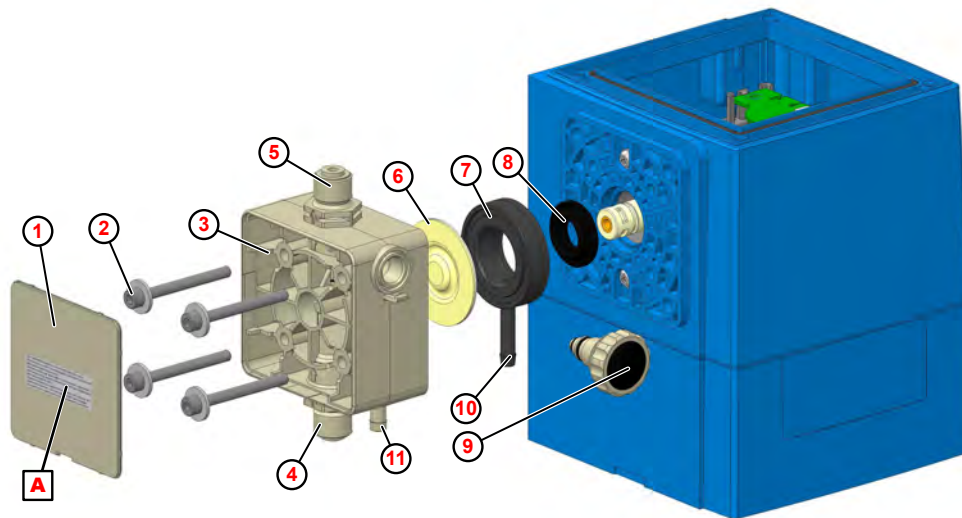

Abb. 23: Austausch von Pumpenkopf, Membrane und Schutzmembrane
1. ➤ Saug- und Druckventil (Abb. 23 , ④ und ⑤) abschrauben.
2. ➤ Entlüftungsschraube ⑨ herausschrauben (nur bei Pumpenkopfwechsel).
3. ➤ Abdeckplatte ① am Dosierkopf entfernen.
4. ➤ Pumpenkopfschrauben ② lösen und herausnehmen.
5. ➤ Pumpenkopf ③ abnehmen.
6. ➤ Membrane ⑥ abschrauben.
7. ➤ Zwischenplatte ⑦ rausnehmen.
8. ➤ Schutzmembrane ⑧ vom Stößel abziehen.
10. ➤ Zwischenplatte so einlegen, dass Membranbruchauslauf ⑩ nach unten zeigt.